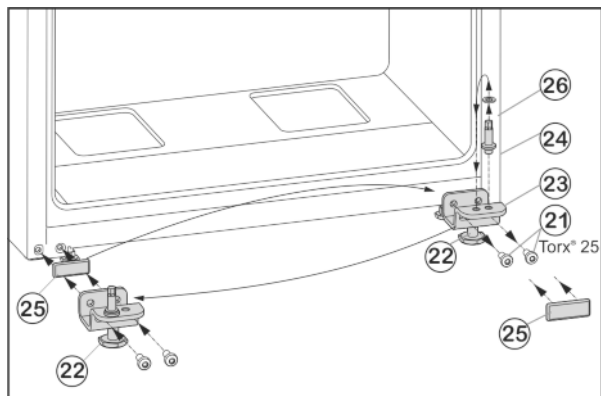

Fig. 9
- ▶ Odkręcić śruby mocujące Fig. 9 (21).
- ▶ Usunąć dolną płytkę zawiasu Fig. 9 (23), wraz z trzpieniem zawiasu Fig. 9 (24), podkładką Fig. 9 (26) i nóżką Fig. 9 (22).
- ▶ Odkręcić cały trzpień zawiasu Fig. 9 (24) z podkładką Fig. 9 (26), przełożyć do przeciwległego otworu mocującego płytki zawiasu i tam dokręcić.
- ▶ Ostrożnie zdjąć płytkę osłaniającą Fig. 9 (25) i przełożyć na przeciwną stronę.
- ▶ Całą dolną płytkę zawiasu Fig. 9 (23) wraz z trzpieniem zawiasu Fig. 9 (24), podkładką Fig. 9 (26) i nóżką Fig. 9 (22) ponownie przykręcić po nowej stronie zawiasu, ew. przy użyciu wkrętkarki akumulatorowej (z siłą 4 Nm).
- ▶ Założyć drzwi od góry na trzpień zawiasu Fig. 9 (24).
- ▶ Wykręcić nóżkę Fig. 9 (22) przy dolnej płytce zawiasu Fig. 9 (23), aż będzie przylegać do podłoża.